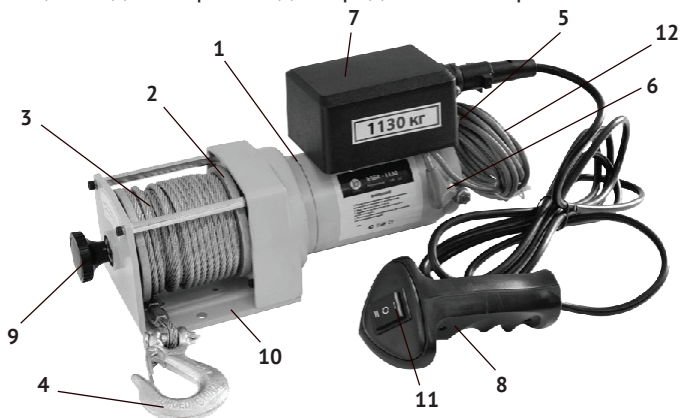
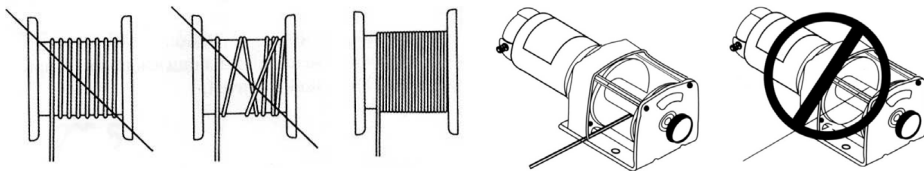
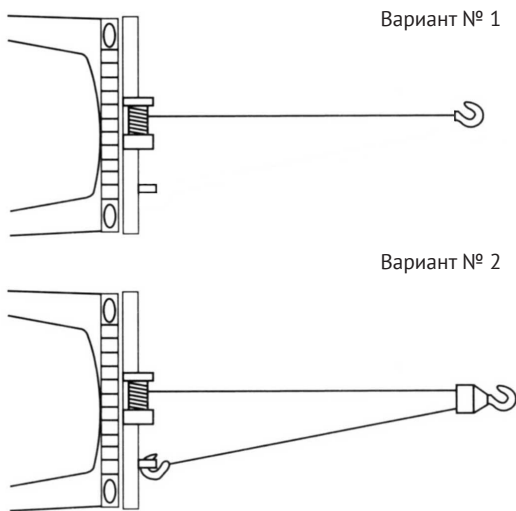

рис. 1
рис. 2
рис. 3
Основание электролебёдки (рис.1 поз.10) крепится к раме (бамперу) автомобиля 4-мя болтовыми соединениями (в комплект поставки не входят). Стальной многожильный трос, намотанный на барабан, и закреплённый на конце троса крюк (или полиспаст), являются основным рабочим инструментом электролебёдки.
Блок управления (рис.1 поз.7) клеммами (рис.1 поз.6) или удлинительными проводами с клеммами (рис.1 поз.12) подсоединяется к аккумуляторной батарее (АБ) автомобиля.
После подключения аккумулятора и выносного пульта управления (рис.1 поз.8), блок управления включается выключателем (рис.1 поз.5). Управление включением двигателя для намотки/размотки троса на барабан осуществляется клавишей (рис.1 поз.11) пульта управления.
4.1 Общий вид электролебёдки представлен на рис. 1
4.2 Коллекторный двигатель постоянного тока и планетарный редуктор электролебёдки расположены в металлическом корпусе (рис.1 поз.1). На корпус двигателя устанавливается блок управления (рис.1 поз.7) с проводами (рис.1 поз.12) и клеммами (рис.1 поз.6) подключения к АБ автомобиля. Выключатель
(рис.1 поз.5) блока управления имеет два фиксированных положения: «on» - включено и «off» - выключено.
Стальной многожильный трос (рис.1 поз.3), намотанный на ось барабана с закреплённым на нём крюком (рис.1 поз.4) является основным рабочим инструментом электролебёдки.
Управление включением двигателя для натяжения/отпуска троса осуществляется с выносного пульта (рис.1 поз.8). Включение двигателя электролебёдки производится нажатием на один из концов клавиши переключателя (рис.1 поз.11) «намотка» или «размотка». При удержании клавиши в одном из этих положений барабан или наматывает трос – автомобиль подтягивается, или разматывает трос – автомобиль отпускается. Отпущенная клавиша пружиной возвращается в среднее положение – двигатель выключен, перемещение автомобиля останавливается.
Вытянув муфту переключения (рис.1 поз.9), совместив штырь муфты с пазом в основании (рис.1 поз.10) и повернув её, для фиксации в оттянутом положении, отключаем барабан от шлицевой втулки. В этом положении размотка троса с барабана производится вручную. Возвращённая на место муфта (при совмещении штыря с пазом в основании) утапливается, соединяя барабан со шлицевой втулкой. При этом барабан электролебёдки приводится в движение двигателем.
Установите блок управления (рис.1 поз.7) с проводами (рис.1 поз.12) на корпус двигателя (рис.1 поз.1):
Раскрутив болтовое соединение на крюке (рис.1 поз.4), проденьте его в кольцо троса. Скрепив болтовое соединение, закрепите крюк на трос. Вставьте штекер пульта управления в разъём блока управления. Закрепите основание электролебёдки на раме (бампере) автомобиля болтами (в комплект поставки не входят).
Подсоедините провода (рис.1 поз.12) к клеммам АБ автомобиля соблюдая полярность: красный провод к положительной, чёрный (синий) к отрицательной.
Убедитесь, что трос электролебёдки правильно намотан на барабан (рис.1 поз.2), как показано на рис.2. В зависимости от массы перемещаемого автомобиля выберите один из двух возможных вариантов использования электролебёдки: без полиспаста (вариант №1) или с полиспастом (вариант №2), как показано на рис.3.
При работе по первому варианту автомобиль перемещается тросом с основным крюком (рис.1 поз.4).
- закрепить основной крюк на бампере автомобиля, как показано на рис.3.